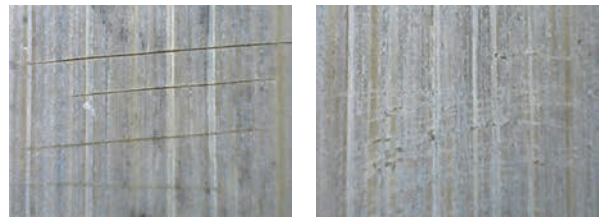

図10 USBマイクロスコプで乾いたリードの裏面を撮影
- ・デザインナイフ(刃厚0.38 mm)よりも刃の厚さが薄いもの〔カミソリ両刃(刃厚0.1 mm)、特専黒刃ロング02(刃厚0.20 mm)〕の方が、シャープで、きれいな傷が付けられた。刃が厚いと、傷の周りが欠けた。USBマイクロ스코プの写真を図10に示した。